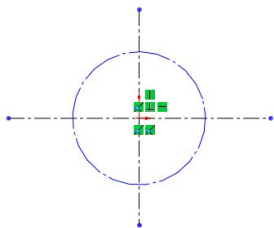

图 2-41 绘制的圆
(2) 选择**【工具】|【草图绘制实体】|【圆】**菜单命令或者单击**【草图】**工具栏中的 **【圆】**按钮, 系统弹出**【圆】**属性管理器。单击中央创建的**【圆】**按钮, 在图形区域以两条心线的交点为圆心绘制圆形草图; 在**【选项】**选项组中, 启用**【作为构造线】**复选框; 在**【半径】**选项组中, 输入**【半径】**的值为 35mm, 如图 2-40 所示。然后单击 **【关闭对话框】**按钮, 绘制的圆如图 2-41 所示。